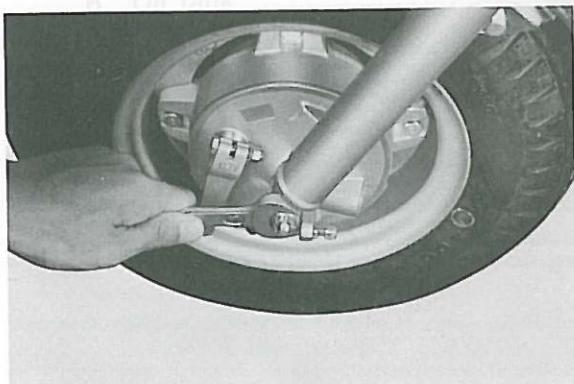

Fig. 5-1-4
- Remove the front axle nut. (Fig. 5-1-4)
- Enlever l'écrou d'axe de roue avant. (Fig. 5-1-4)
- Vorderachsmutter abschrauben. (Fig. 5-1-4)